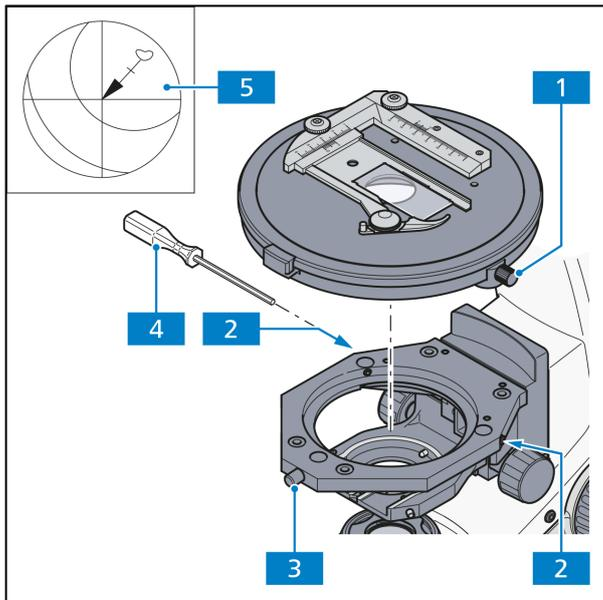

Abb. 3-11 Drehtisch Pol zentrieren
Alle Tische sind werksseitig vorzentriert, d. h. bei der Tischdrehung bleibt ein eingestelltes Präparatdetail in der Bildmitte. Wandert das Detail bei der Tischdrehung aus der Sehfeldmitte (Abb. 3-11/5) so sollte eine Nachzentrierung, wie nachfolgend beschrieben, durchgeführt werden:
- Tischklemmschraube (Abb. 3-11/1) und
Schraubkappe des Tischträgers (Abb. 3-11/3) lösen.
- Durch Drehen des Tisches maximale Präparatauslenkung (Abb. 3-11/5, Pfeilanfang) zum Okularstrichkreuz ermitteln.
- Präparatdetail durch Verstellen der beiden Zentrierschrauben am Tischträger (Abb. 3-11/2) mit je einem Innensechskantschlüssel SW 1,5 (Abb. 3-11/4) um die halbe Pfeillänge in Richtung Strichkreuzmitte verschieben. Kontrollieren, ob bei erneuter Tischdrehung Präparatdetail auswandert, ggf. Zentriervorgang wiederholen.
- Nach Zentriervorgang Schraubkappe (Abb. 3-11/3) wieder fest anziehen.